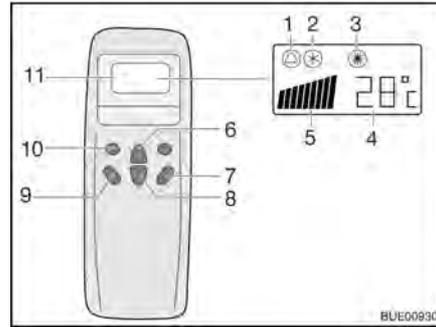
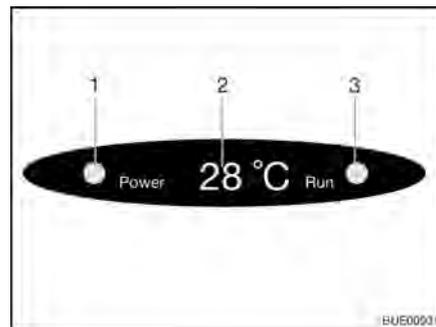

Fig. 128 Télécommande
Fig. 129 Affichage sur le diffuseur
- Appuyer sur la touche "ON/OFF" (Fig. 128,7).
- Appuyer sur la touche "Mode" (Fig. 128,10) autant de fois que nécessaire pour que le mode de fonctionnement souhaité (Fig. 128,1, 2 ou 3) s'affiche à l'écran. Le voyant de contrôle correspondant s'allume sur l'écran du diffuseur (Fig. 129,3).
- Régler la température souhaitée avec les touches d'augmentation de la température (Fig. 128,6) ou de diminution de la température (Fig. 128,8).
- Sélectionner le niveau de ventilation souhaité à l'aide de la touche de vitesse du ventilateur (Fig. 128,9).